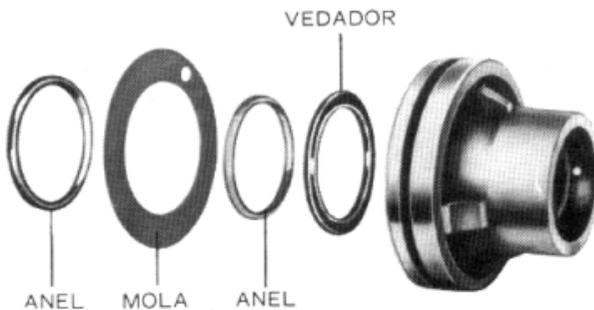

Fig. 22 — Anéis da tampa do sem-fim
- Lubrificar e instalar o vedador de reação no seu alojamento na face do cabeçote da carcaça com a parte plana do vedador para fora (fig. 22). Instalar o anel vedador no alojamento do cabeçote da carcaça.